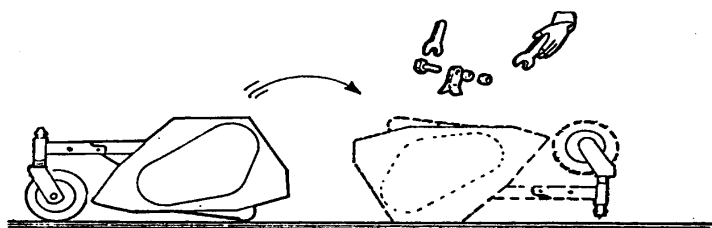

Fig. 17
- 2) Sganciare la macchina dalla trattrice e capovolgerla in modo che il rotore dei coltelli sia bene in vista. (Fig.17)
- 2) Disconnect the flail mower from the tractor and overturn it in the way to have the flails shaft in a clear view. (Fig.17)
- 2) Koppel de machine los van de tractor en draai deze ondersteboven zodat de rotor met de messen goed te zien zijn (fig. 17).